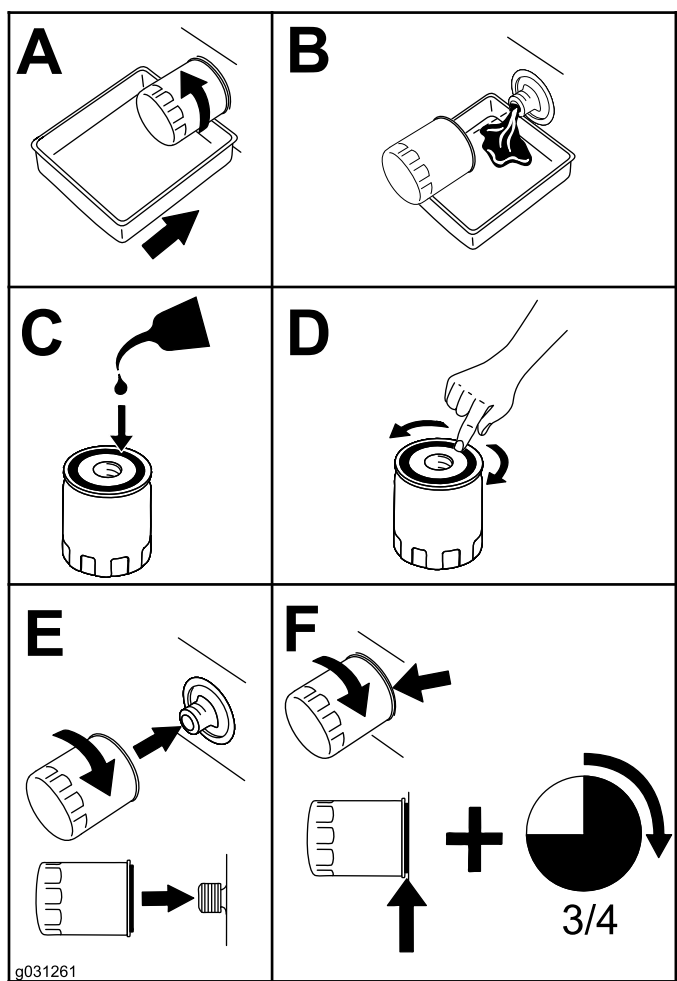

Figura 54
4. Înlocuiești filtrul de ulei de motor conform indicațiilor din Figura 54.